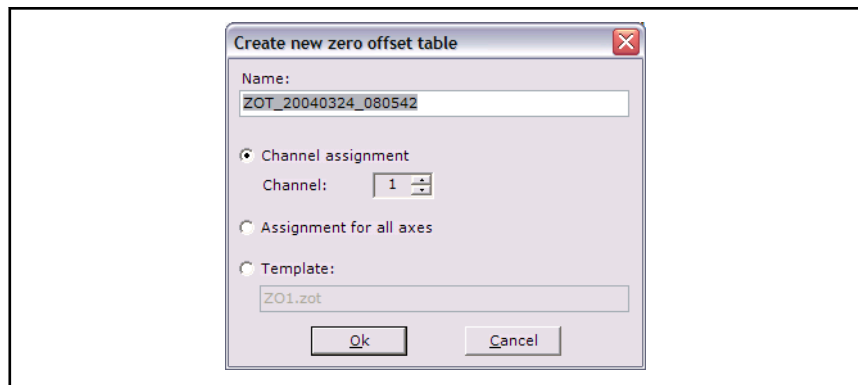

Fig. 6-27: Dialogue pour la création d'un nouveau tableau d'origines
Une boîte de dialogue s'ouvre (voir Fig. 6-27 " Dialogue pour la création d'un nouveau tableau d'origines" à la page 176) pour la création d'un nouveau tableau d'origine (continuer avec le point 3).
Une boîte de dialogue pour la création d'un nouveau tableau d'origines s'ouvre (voir Fig. 6-27 " Dialogue pour la création d'un nouveau tableau d'origines" à la page 176).
1. Ouvrir le dialogue **Nouveau** (voir Fig. 6-27 " Dialogue pour la création d'un nouveau tableau d'origines" à la page 176), comme décrit ci-dessus.